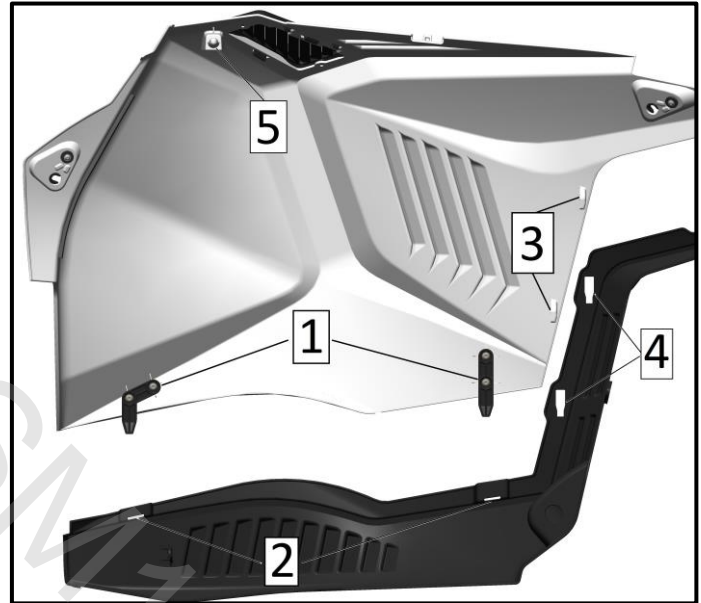

Рис. 37
7. Сдвиньте панель вверх и извлеките крюки (поз. 1, рис. 37) вверх из пазов (поз. 2, рис. 37).
1. Заведите панель крюками (поз. 1, рис. 37) сверху в пазы (поз. 2, рис. 37).
2. Заведите передние фиксаторы (поз. 3, рис. 37) в передние профилированные отверстия (поз. 4, рис. 37).